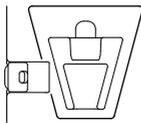
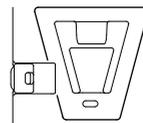

図 3
図 4
- ・レコーディング延長モジュールのVエッジが下がっていると、結合できません。(図 3) レコーディング延長モジュールのレコーディング延長モジュールリリースレバーを、押し下げてください。Vエッジが上がります。(図 4)